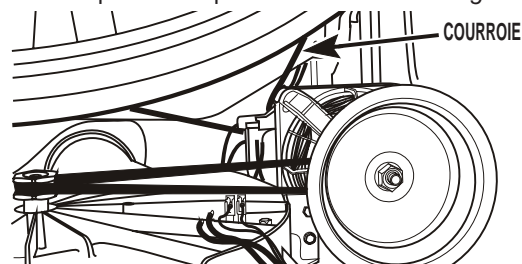

FIGURE 8
18. Placer la courroie autour du tambour. Installer le tambour dans la sécheuse; terminer l'installation de la courroie sur la poulie. Pousser la poulie de tensionnement vers le haut; faire passer l'extrémité de la courroie sous la poulie de tensionnement puis sur la poulie du moteur. Voir *Figure 8*.